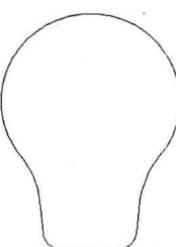

图 2-5 圆角处理
步骤 6 重复步骤 (5) 的操作，设置圆角半径为 2，对底面的两个尖角进行圆角处理，效果如图 2-5 所示。